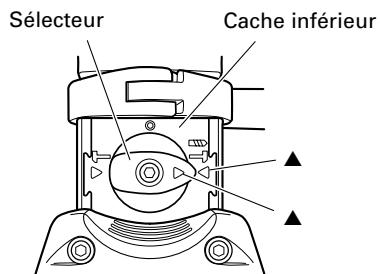

Fig. 6
- Aligner ▲ du sélecteur sur ▲ sur le côté  du dessous, comme indiqué à la Fig. 6.